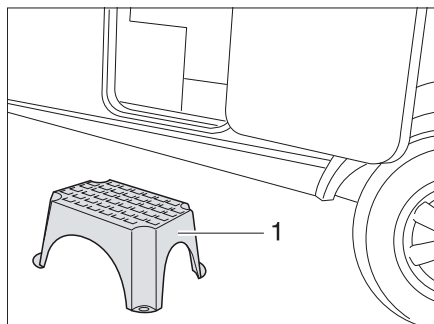

Fig. 18 Marchepied (amovible)
- Poser le marchepied (Fig. 18,1) devant l'entrée de la caravane.